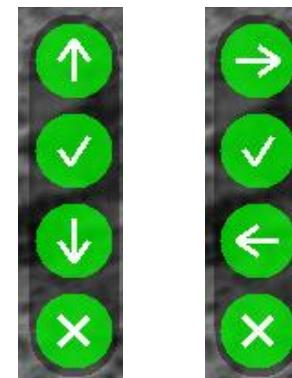

Рисунок 10 – Примеры индикатора назначения кнопок
- **Индикатор назначения кнопок** – индикатор, подсказывающий пользователю назначение каждой отдельной кнопки  $\times$ ,  $\nabla$ ,  $\circlearrowleft$ ,  $\circlearrowright$  при выполнении какого-либо действия в выбранном режиме (см. рис. 10). Данный индикатор появляется **только** в случаях, предусмотренных в ПО (например, при вводе выверки прицельной сетки).